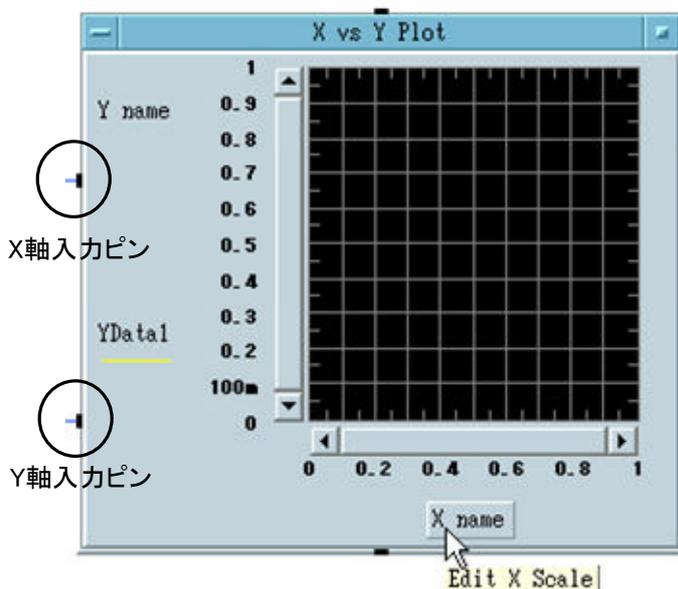
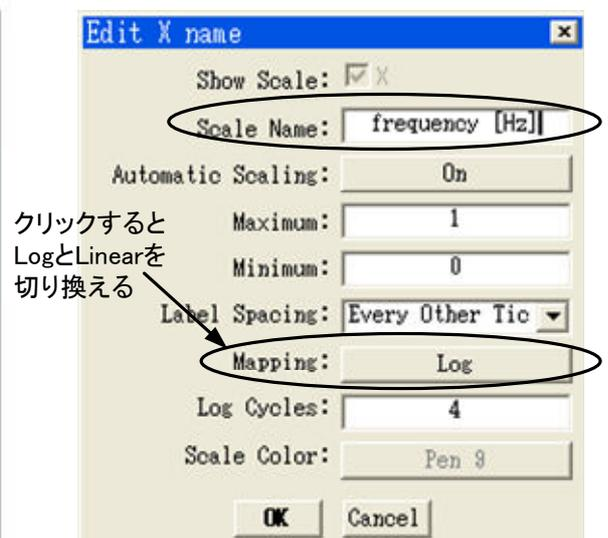

図6-16 "X vs Y Plot"オブジェクト
図6-17 軸の設定
- (4) "Formula"オブジェクトによる計算結果は"Result"ピン(出力ピン)から出力される。結果から"X vs Y Plot"オブジェクトによるグラフ表示を行い、"To File"オブジェクトによるファイル出力(データファイルの保存)を行う。
- (5) 図6-16の"X vs Y Plot"オブジェクトは[Display]→[X vs Y Plot]より立ち上げる。X軸入力ピンには"For Log Range"オブジェクトの出力をつなぎ、Y軸入力ピンには"Formula"オブジェクトの"Result"ピンからの出力をつなぐ。オブジェクト上の"X name"をクリックすると図6-17より軸の設定が行える。X、Y軸ともに名前を変更し、X軸のみログ表示にすること。